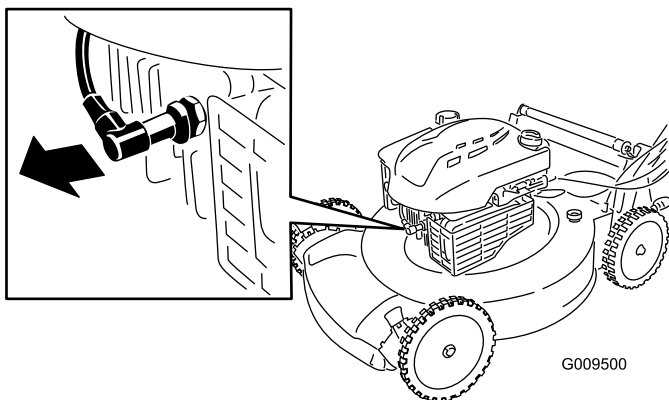

Figure 23
2. Débranchez le fil de la bougie (Figure 23) avant de procéder à un quelconque entretien.